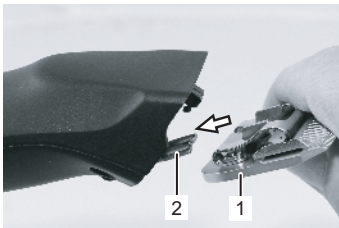

図 17
- 好みのバリカンヘッドをブレードヒンジにはめ込みバリカンへ軽く押し付けます (図17、18、19)。